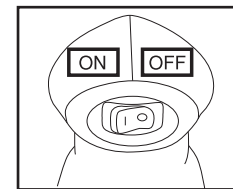

図4
※スイッチは (I) 側を押すと入ります。(O) 側を押すと切れます。(図4参照)